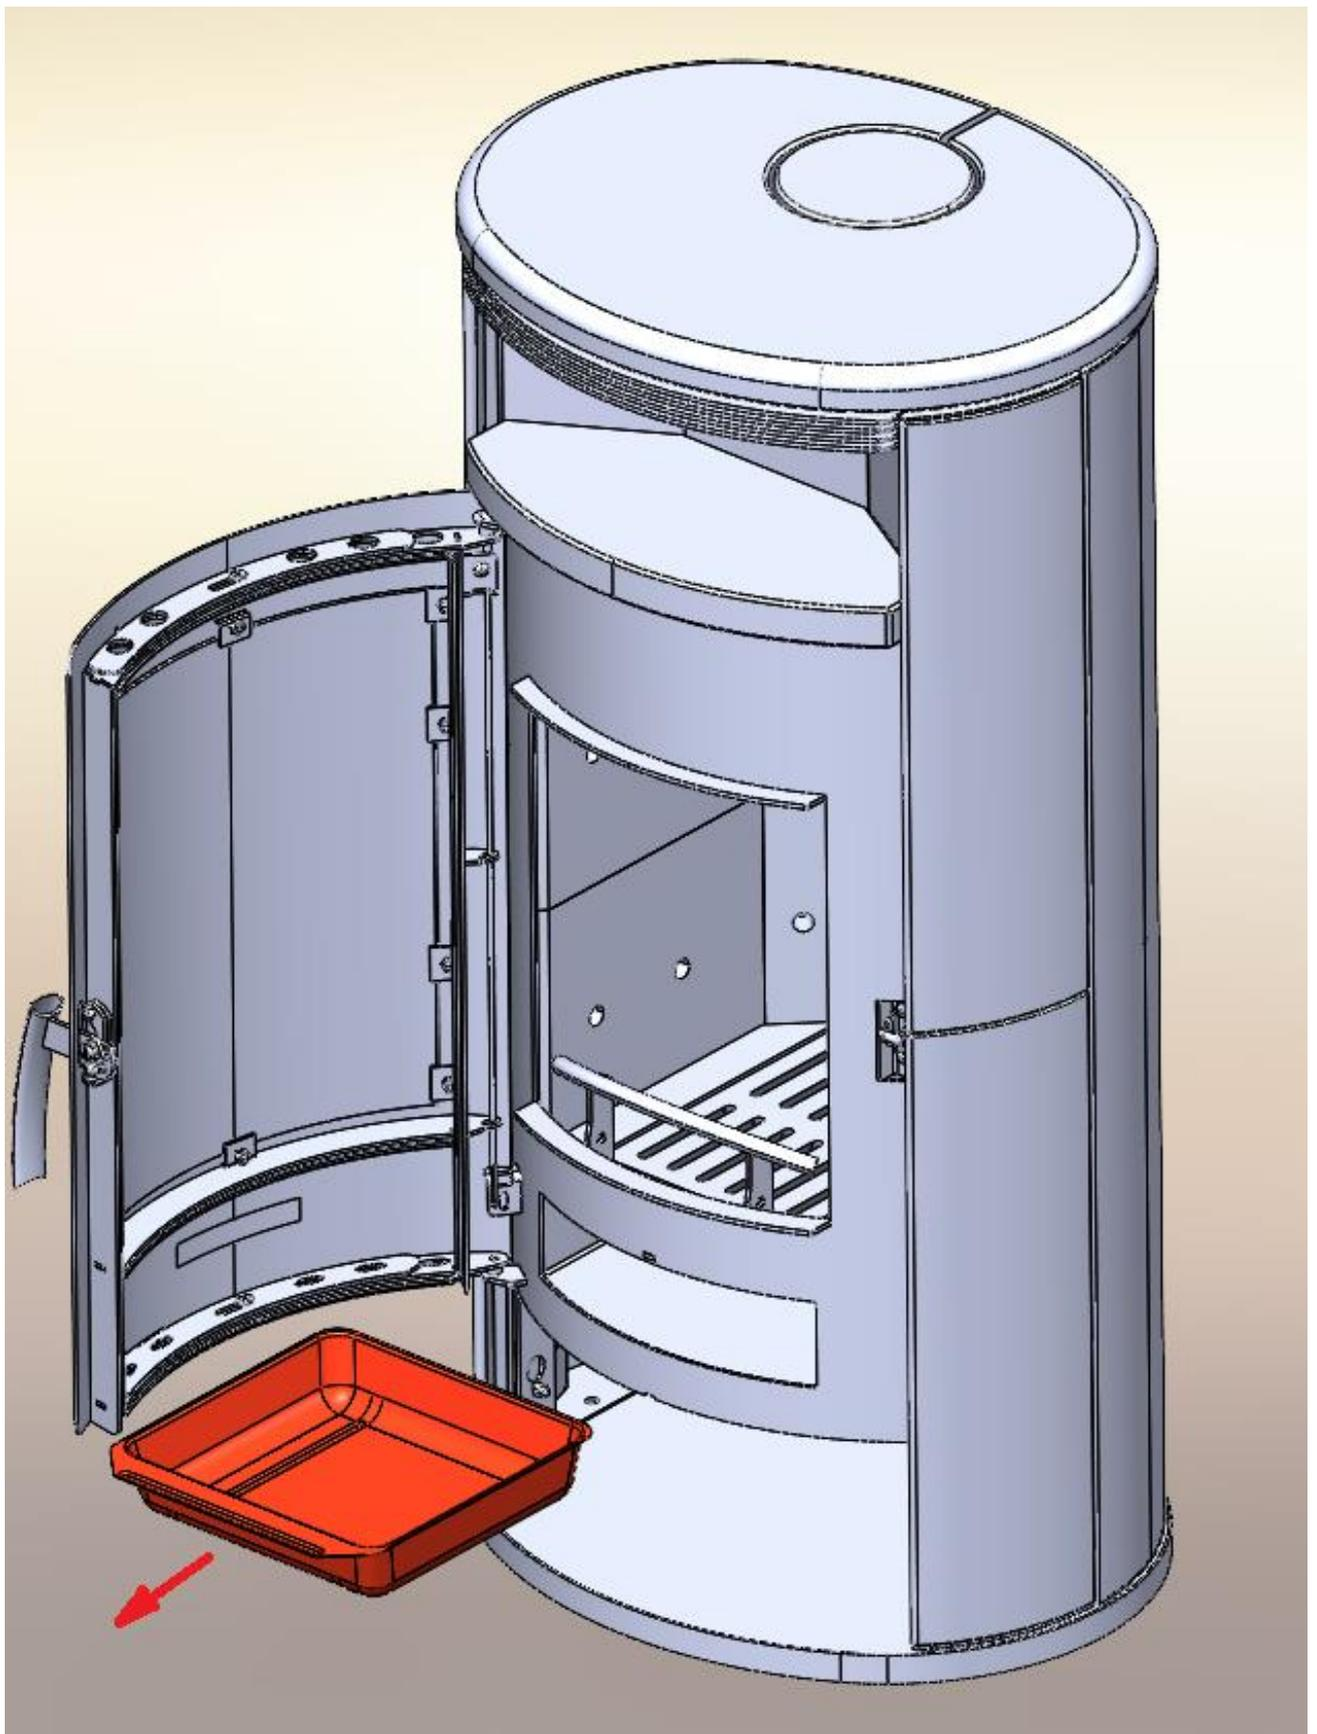

Abbildung 5 Entleeren der Aschelade
7. Abbildung 5 Entleeren der Aschelade	Seite 10